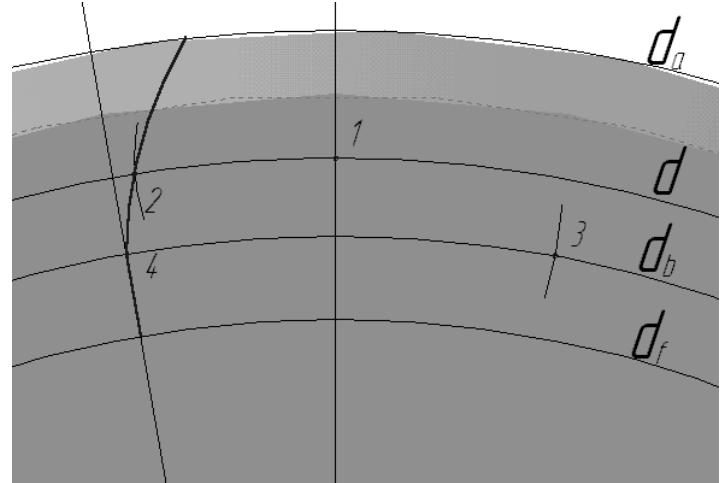

Рис.3
Точка ) точку пересечения делительной окружности и вертикальной линии (точка 1, см. рис.3).
Первую и вторую точки дуги задайте произвольно так, чтобы она пересекла делительную окружность  $d$ . Отметьте эту точку пересечения (точка 2, см. рис.3).
16. Из отмеченной точки постройте дугу радиусом  $R=d/6$  так, чтобы она пересекла основную окружность. Точку пересечения отметьте (точка 3, см. рис.3).
Изображение должно быть таким же, как на рис. 3.